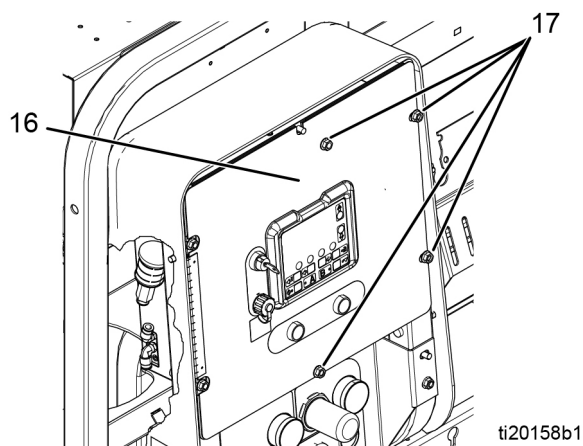

FIG. 3
2. Quite las cuatro tuercas (21) y luego retire las protecciones delantera y trasera (19, 20).
3. Retire cuatro tuercas (17); deje dos apretadas en el lado izquierdo del panel. Abra el panel delantero del cuadro de control (16). Consulte la FIG. 3.